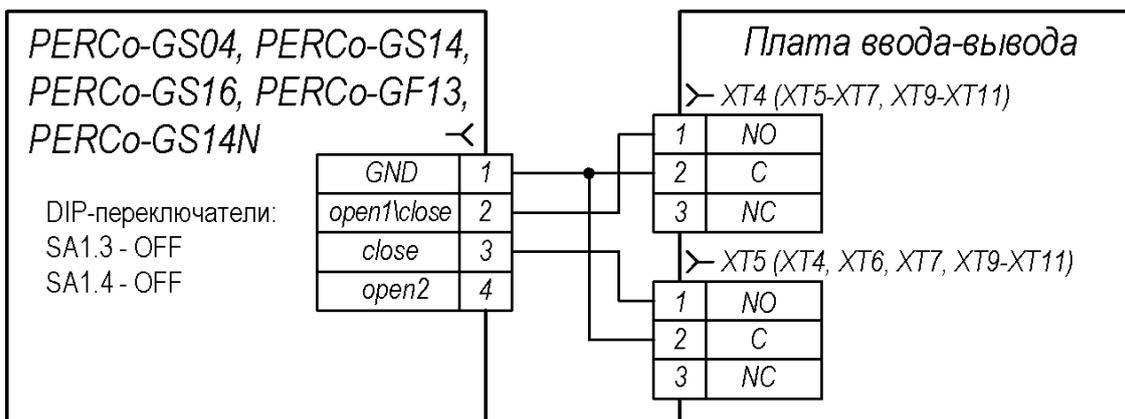

Рисунок 7. Схема подключения шлагбаума к стойке
Подключение шлагбаумов производится к плате ввода-вывода (22) согласно схеме, представленной на рис. 7, расположение клеммных колодок на плате см на рис. 3. При этом придерживайтесь следующих рекомендаций:
2. Схема подключения шлагбаумов представлена на рис. 7.